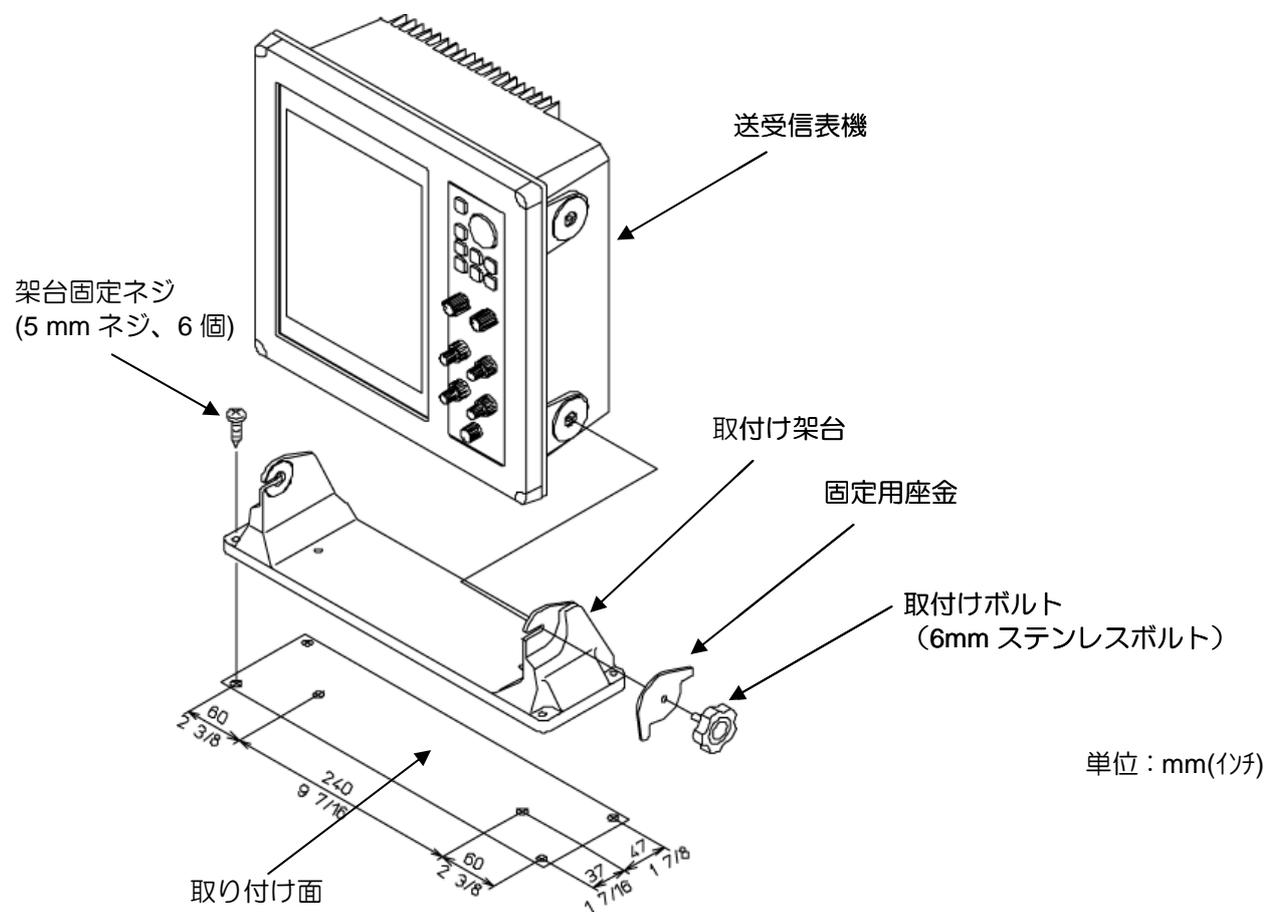
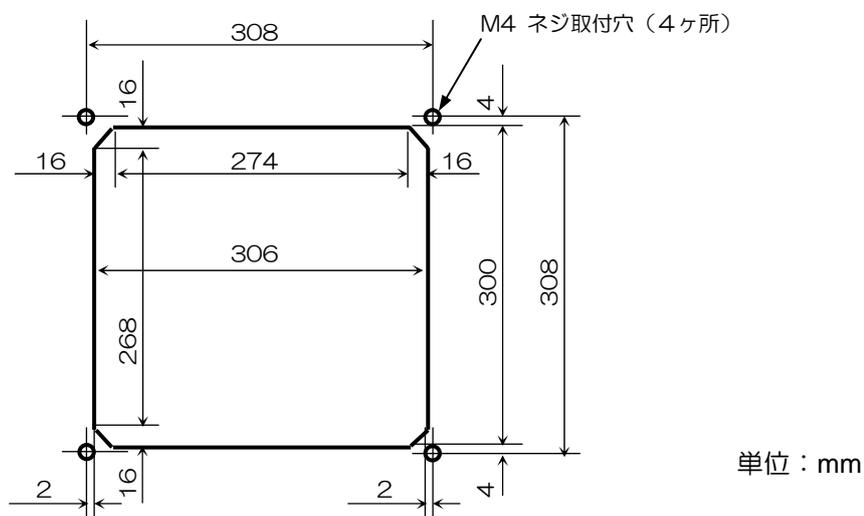
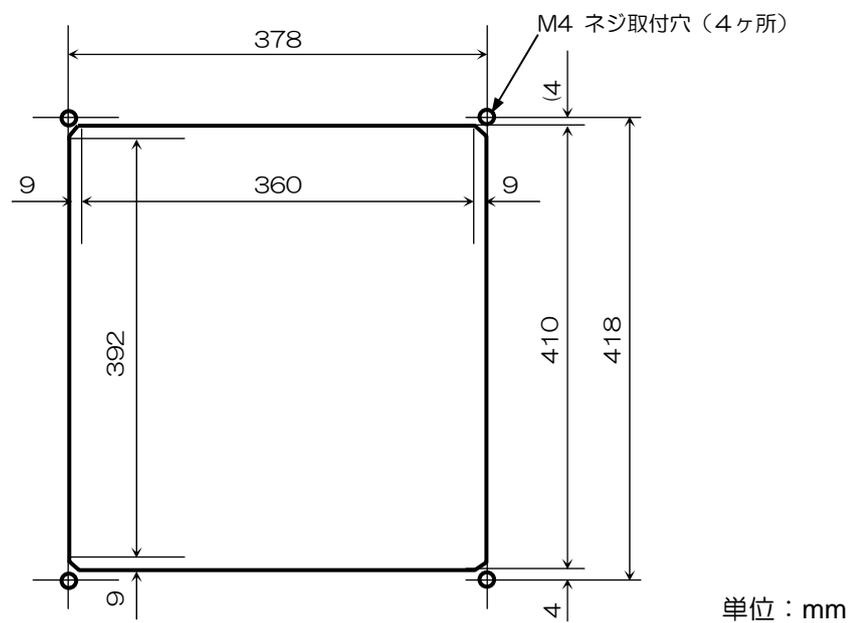

図 4.1 CVS-841 の取り付け
図 4.6 CVS-841 フラッシュマウント取付穴加工図
図 4.7 CVS-851 フラッシュマウント取付穴加工図
送受信表示機は卓上装備とフラッシュマウント（パネル埋めこみ）装備が可能です。装備方法については以下の手順に従って行ってください。（図 4.1～図 4.7 参照）
- (1) 取付けパネル面に、機種に合った取付け孔を加工します。（加工図は図 4.6 または図 4.7 を参照）
- (2) 取付け架台に指示機を固定している取付けボルト（2個）を外します。
- (3) 送受信表示機前枠の四隅のプラスチック製のコーナーキャップを外します。（上に引き抜くと簡単に外れます）
- (4) 送受信表示機を取り付け孔にはめ込み、4mm のネジ（タッピングネジまたはなべ小ネジ）4 本で固定します。（4 mm ネジは付属していませんので、取付け部の厚さに応じたネジを手配してください）
- (5) (3) 項で外したコーナーキャップを取付けます。